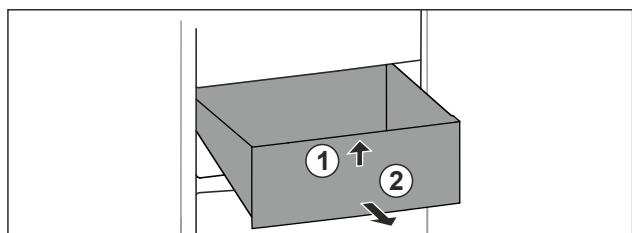

Fig. 64
- Приподнимите выдвижной ящик спереди. Fig. 64 (1)
- Извлеките выдвижной ящик движением вперед. Fig. 64 (2)